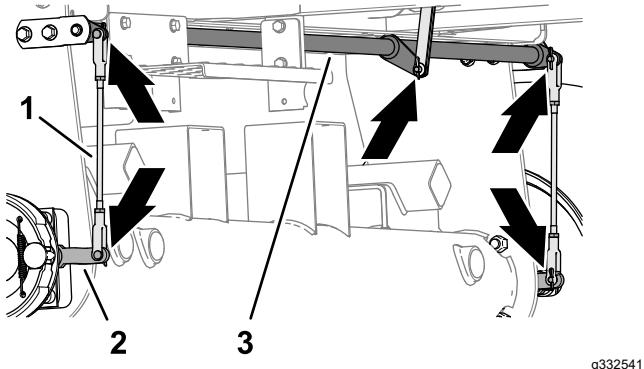

Figura 68
1. Ispezionate i gruppi delle aste dei freni di sinistra e destra (Figura 68) per escludere danni e usura.
2. Ispezionate l'albero di articolazione del freno (Figura 68) per escludere danni e usura.